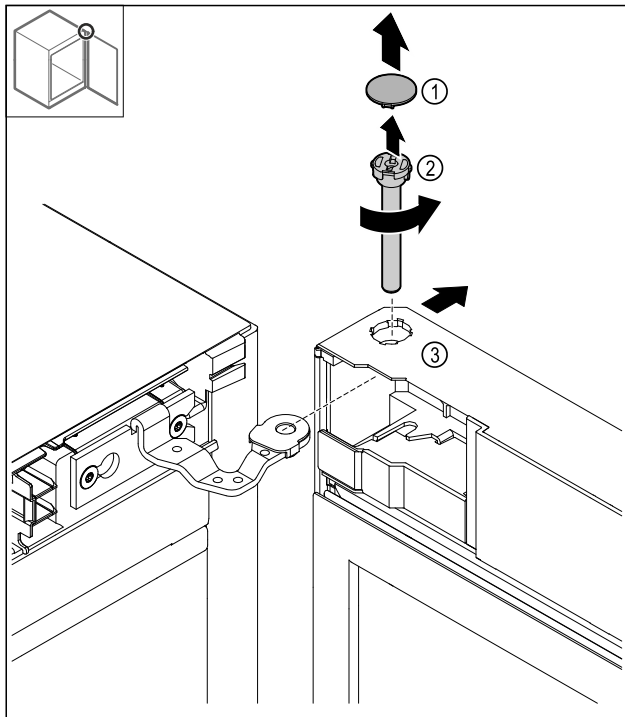

Fig. 9
- Abdeckung Fig. 9 (1) abnehmen.
- Bolzen Fig. 9 (2) gegen den Uhrzeigersinn lösen und herausziehen.
- Tür Fig. 9 (3) leicht kippen.